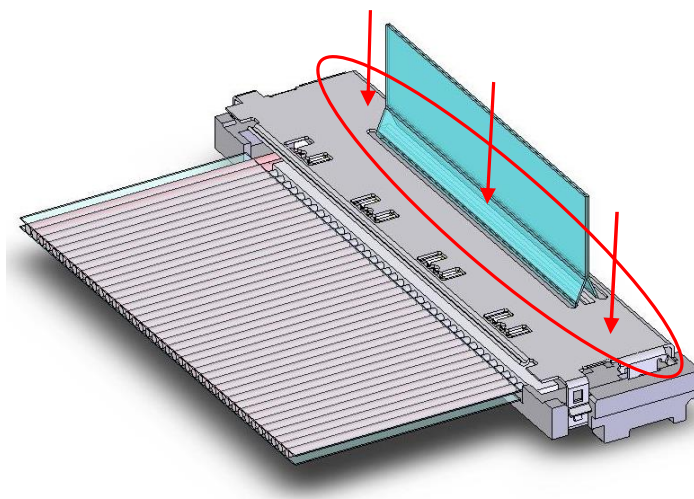

Fig.6 Insert of Shell-A (Correct)
③Shell-A の下図○部(Fig.6)を押して挿入する。